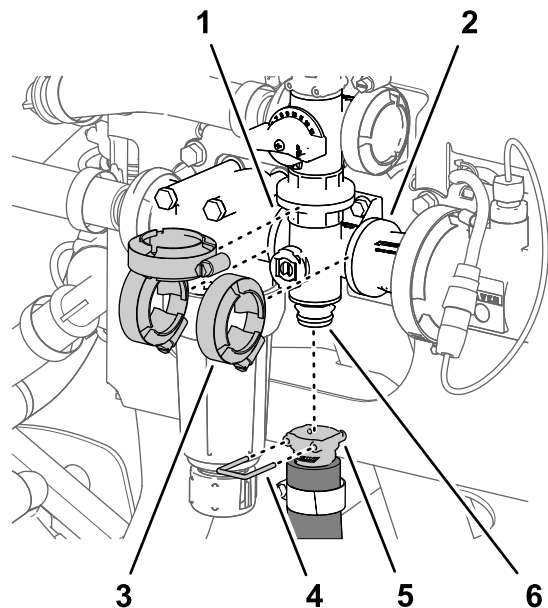

Figura 110
1. Retire la grapa que sujeta el acoplamiento rápido de la manguera de agitación al distribuidor de la válvula de agitación (Figura 110).
2. Retire las 3 bridas de fijación que sujetan el distribuidor de la válvula de agitación a las bridas de la cabeza del filtro de presión y el adaptador de acoplamiento (Figura 110).